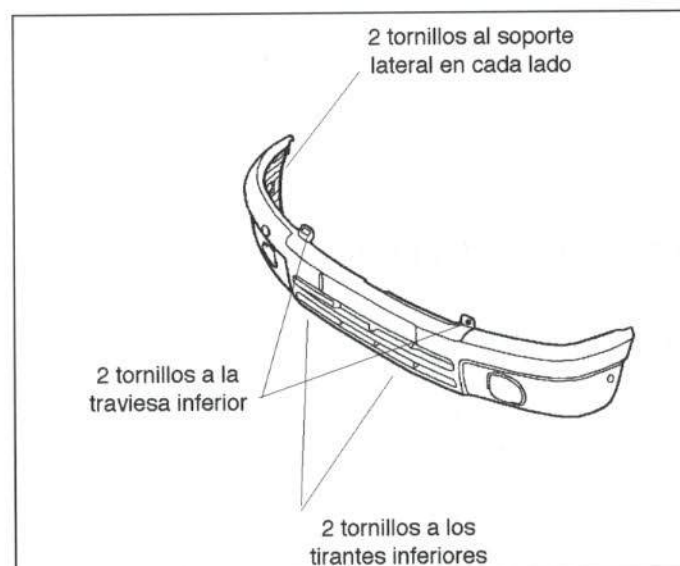

Figura 14.- Unión del paragolpes delantero
En la figura 14 se muestra la fijación de este elemento.
- Paragolpes delantero (figura 14).
- Paragolpes (figura 14).